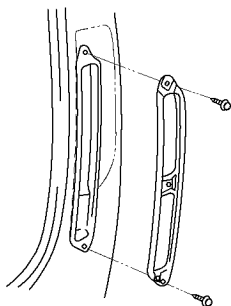

图 17-81 拆下后侧面通气窗护圈
(2) 拆下后侧面通气窗护圈，拆下两个螺钉和通气窗护圈，如图 17-81 所示。